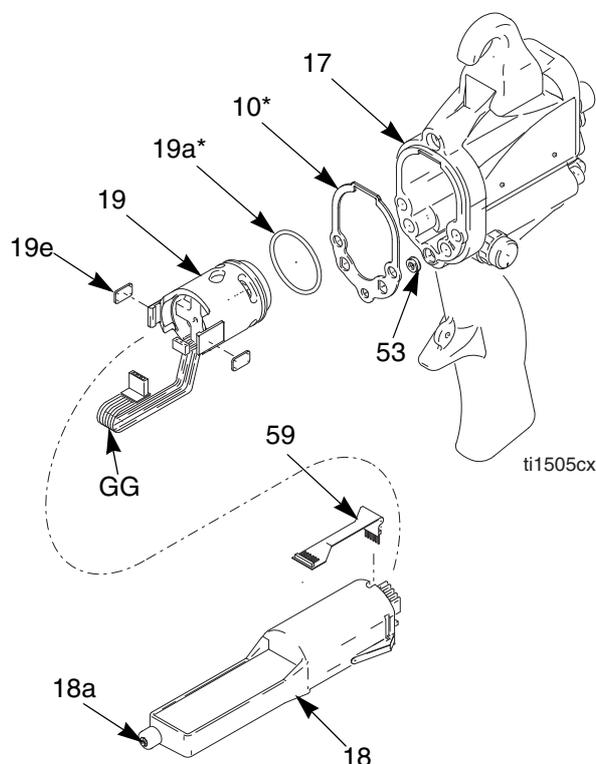

FIG. 18. Alimentation électrique
3. Saisissez le bloc d'alimentation électrique (18). Dégagez avec précaution l'ensemble du bloc d'alimentation électrique/alternateur de la poignée du pistolet (17) en le basculant d'un côté à l'autre puis l'extraire. *Dans le cas des modèles Smart uniquement*, débranchez le circuit du flexible (59) du support qui se trouve dans la partie supérieure de la poignée (17). Consultez la FIG. 18.
4. Débranchez le connecteur à 3 fils (GG) du bloc d'alimentation. Faites coulisser l'alternateur vers le haut et retirez-le de l'alimentation électrique. Vérifiez l'état du bloc d'alimentation électrique et de l'alternateur. *Dans le cas des modèles Smart uniquement*, débranchez le circuit du flexible à 6 broches (59) de l'alimentation électrique.
6. *Dans le cas des modèles Smart uniquement*, raccordez le circuit du flexible à 6 broches (59) à l'alimentation électrique.
7. Raccordez le connecteur à 3 fils (GG). Faites coulisser l'alternateur (19) vers le bas sur l'alimentation électrique (18).
9. Lubrifiez le joint torique du bloc d'alimentation électrique (18a) avec de la graisse diélectrique (40).
10. Insérez l'ensemble d'alimentation électrique/alternateur dans la poignée du pistolet (17). Assurez-vous que les barrettes de terre sont bien en contact avec la poignée. *Dans le cas des modèles Smart uniquement*, raccordez le circuit du flexible (59) au support qui se trouve dans la partie supérieure de la poignée. Appuyez sur le connecteur à 6 broches pour vous assurer qu'il est correctement raccordé.
11. Installez le canon (16), page 31. Assurez-vous que le ressort de terre (53) est en place.